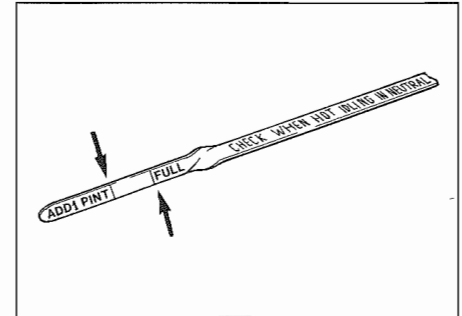

Fig. 19 - Asta livello olio cambio
- Controllare il livello tramite l'asta (Fig. 19). Il riempimento si effettua tramite la stessa guaina asta livello olio. Quantità fra i due segni di Fig. 19: circa 0,5 litri.
- Versare 6 litri di olio nella guaina asta livello olio (Fig. 19). Far girare il motore al minimo per circa DUE minuti. Lentamente muovere la leva del cambio in tutte le posizioni facendo brevi pause. Tornare sulla posizione "N".
- Col motore al minimo e la leva del cambio in "N" aggiungere olio fino a raggiungere il segno "Full". Quantità fra i due segni di Fig. 19: circa 0,5 litri.
- Check the level on the dipstick (Fig. 19). The oil is poured into the dipstick tube. Quantity between the two marks, Fig. 19: 0.5 litres about.
- Pour 6 liters of oil into the dipstick tube (Fig. 19). Let the engine idle for about TWO minutes. Slowly move the lever in all its positions having a short break in every position. Shift back to "N" position.
- With the engine idling and the transmission lever in "N" add oil up to mark "Full". Quantity between the two marks of Fig. 19: 0.5 liters approx.